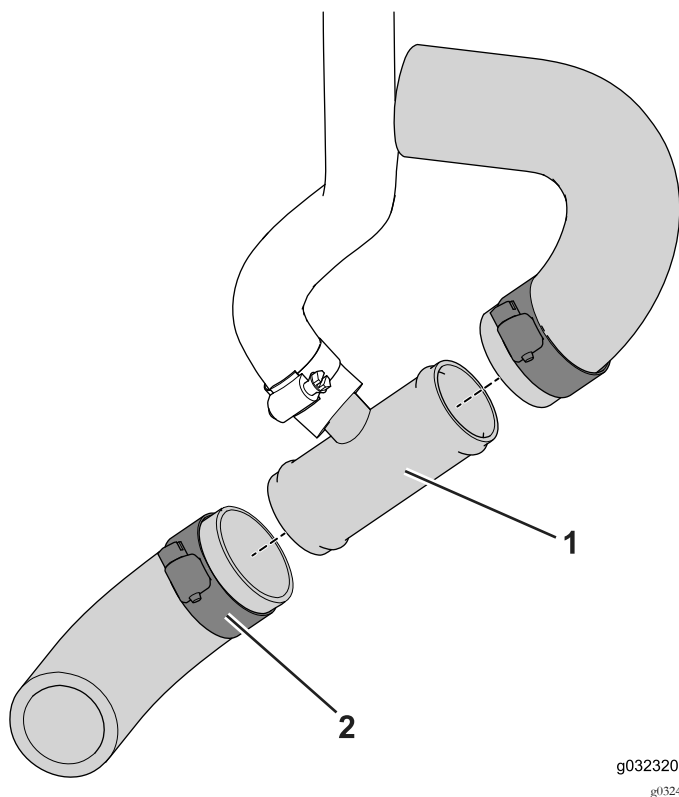

Рисунок 21
3. Наденьте отрезанные концы на тройник и закрепите шланговыми хомутами, как показано на Рисунок 21.